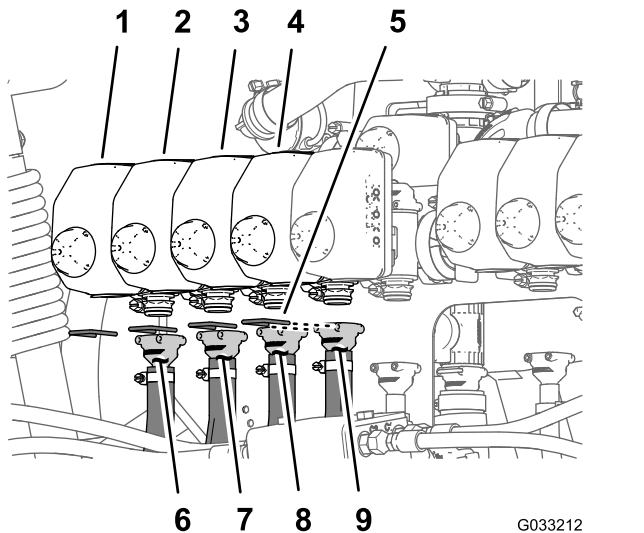
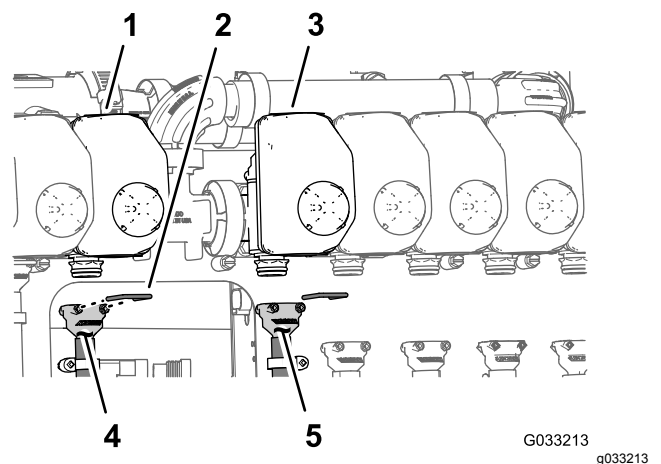
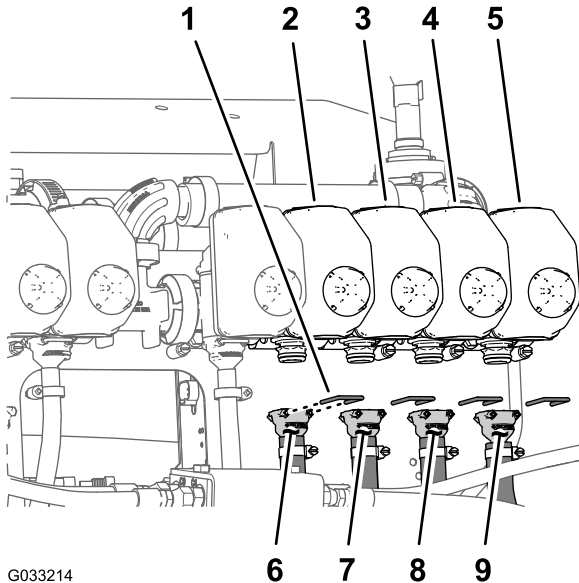

Figure 103
Figure 104
Figure 105
**Remarque:** Reportez-vous à la Figure 103 de la section Montage des flexibles sur les vannes de buse 1 à 4 \(page 52\), la Figure 104 de la section Montage des flexibles sur les vannes de buse 5 et 6 \(page 52\) et la Figure 105 de la section Montage des flexibles sur les vannes de buse 7 à 10 \(page 53\) pour les positions de vanne de buse.
1. Montez le raccord droit cannelé du flexible d'alimentation de 279 cm sur le raccord de la vanne de buse 1 (Figure 103).
2. Fixez le raccord cannelé au raccord de vanne avec un étrier (Figure 103).
3. Montez le raccord droit cannelé du flexible d'alimentation de 234 cm sur le raccord de la vanne de buse 2 (Figure 103).
4. Fixez le raccord cannelé au raccord de vanne avec un étrier (Figure 103).
5. Montez le raccord droit cannelé du flexible d'alimentation de 188 cm sur le raccord de la vanne de buse 3 (Figure 103).
6. Fixez le raccord cannelé au raccord de vanne avec un étrier (Figure 103).
7. Montez le raccord droit cannelé du flexible d'alimentation de 188 cm sur le raccord de la vanne de buse 4 (Figure 103).
8. Fixez le raccord cannelé au raccord de vanne avec un étrier (Figure 103).
1. Montez le raccord droit cannelé du flexible d'alimentation de 81 cm sur le raccord de la vanne de buse 5 (Figure 104).
2. Fixez le raccord cannelé au raccord de vanne avec un étrier (Figure 104).
3. Montez le raccord droit cannelé du flexible d'alimentation de 81 cm sur le raccord de la vanne de buse 6 (Figure 104).
4. Fixez le raccord cannelé au raccord de vanne avec un étrier (Figure 104).
1. Montez le raccord droit cannelé du flexible d'alimentation de 188 cm sur le raccord de la vanne de buse 7 (Figure 105).
2. Fixez le raccord cannelé au raccord de vanne avec un étrier (Figure 105).
3. Montez le raccord droit cannelé du flexible d'alimentation de 188 cm sur le raccord de la vanne de buse 8 (Figure 105).
4. Fixez le raccord cannelé au raccord de vanne avec un étrier (Figure 105).
5. Montez le raccord droit cannelé du flexible d'alimentation de 234 cm sur le raccord de la vanne de buse 9 (Figure 105).
6. Fixez le raccord cannelé au raccord de vanne avec un étrier (Figure 105).
7. Montez le raccord droit cannelé du flexible d'alimentation de 279 cm sur le raccord de la vanne de buse 10 (Figure 105).
8. Fixez le raccord cannelé au raccord de vanne avec un étrier (Figure 105).